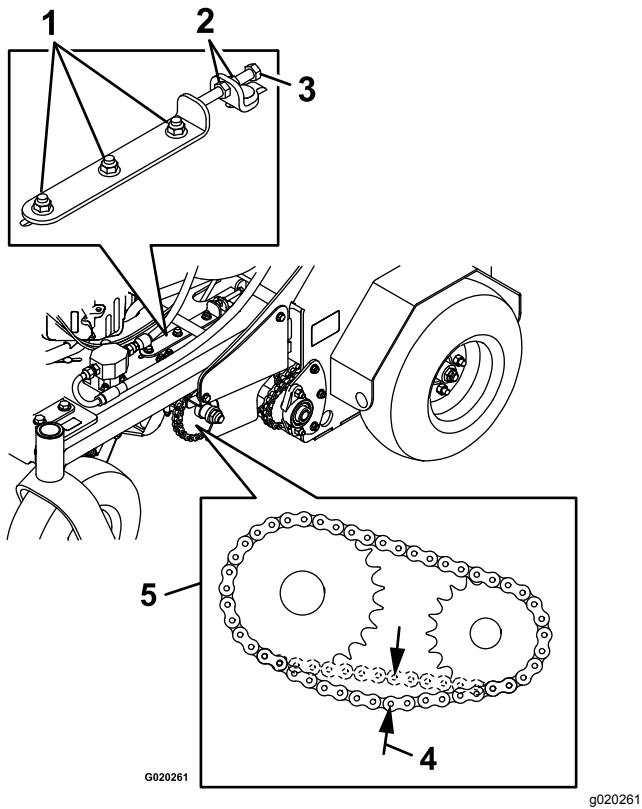

Figure 71
- De chaque côté de la machine, desserrez les 3 écrous et boulons qui fixent le support de transmission et la plaque de tendeur, ainsi que les 2 écrous qui fixent le boulon de réglage sur la plaque de tendeur, comme montré à la Figure 71.